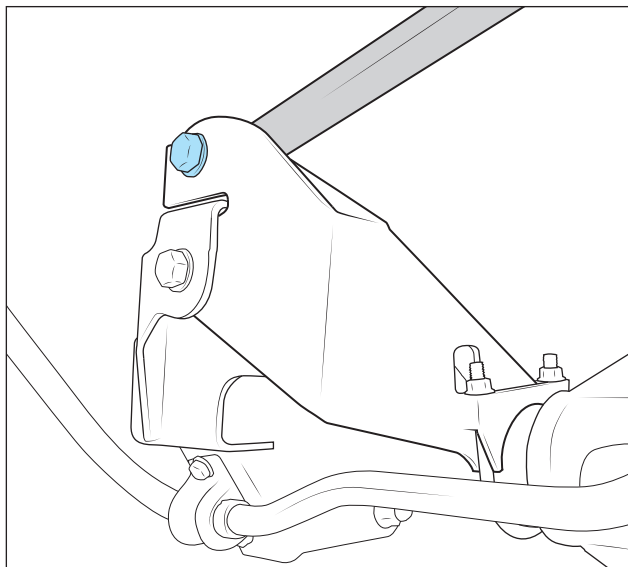

Abbildung 12
16. Befestige den Panhardstab wieder am oberen Loch im AEV Halter mit der werkseitigen Schraube mit Unterlegscheibe und der mitgelieferten M14-Mutter. Erst anziehen wenn das Fahrzeug mit den Rädern auf dem Boden steht (Abb. 12).